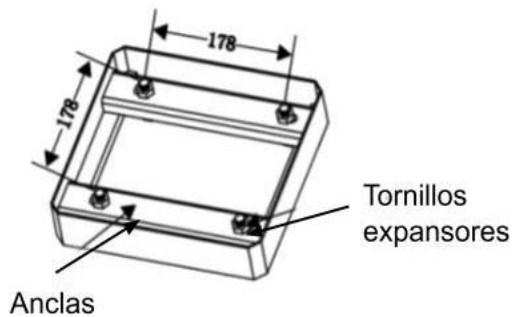

Figura 1-2
- 2) Introduzca cuatro pernos de expansión en los orificios de los pernos, como se muestra en la figura 1-2.